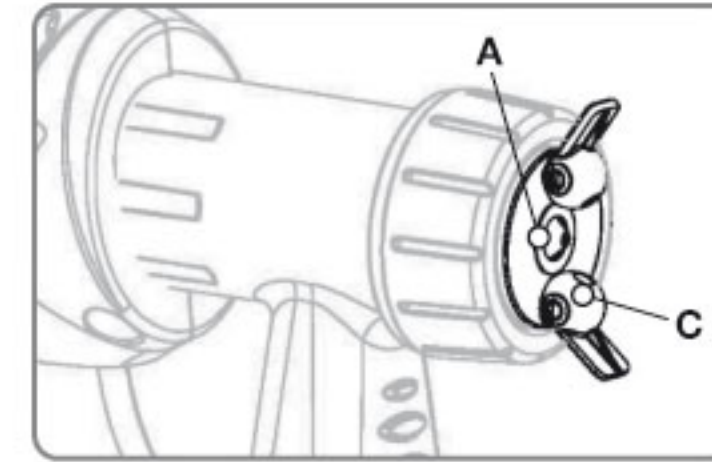

Fig.10
Cuando el material a rociar, se acumula en la boquilla (A) o en la tapa de aire (B) Fig 10, limpie los mismos con agua o solvente.